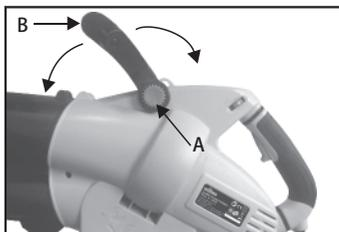

Abb.4
1. Drücke die Knöpfe (A) des vorderen Handgriffs ein (Abb.4)
2. Drehe den Handgriff (B) in den gewünschten Position.
3. Wenn Sie die Knöpfe (A) loslassen werden die sich automatisch verriegeln.